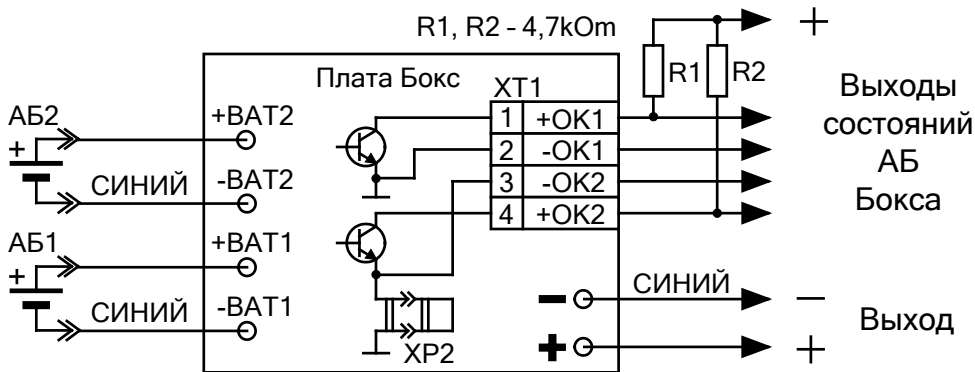

Рис.3
– с помощью двух выходов «ОК» (типа «открытый коллектор») при подключении к другим источникам питания и контролем состояния АБ Бокса внешними устройствами (схема подключения Рис.3). Максимально допустимые напряжение и ток коммутации выходов «ОК» – 30 В, 100 мА.
2.2.5 Порядок подключения к другим источникам питания и внешним устройствам (схема рис.3).
1) Подключить провода кабеля, идущего от интерфейсного разъема ХТ1 Бокса, к соответствующему клеммам внешнего контролирующего устройства (КУ) согласно схеме приведенной на Рис.3. Резисторы R1, R2 могут быть в пределах 1...30 кОм и выбираются пользователем в зависимости от характеристик КУ, например, из состава ЗИП КУ.
2.3.2 При подключении Бокса по схеме на рис.3 Бокс производит тестирование батарей по внутреннему алгоритму в автономном режиме. Состояние выходов ОК1 и ОК2 соответствуют таблице 1.